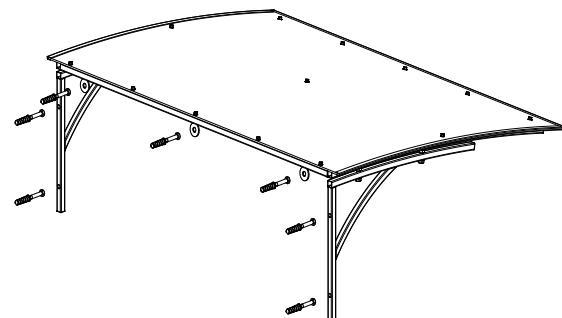

Рис.6
-3 отверстия будут располагаться горизонтально (приваренные к рамке 3 круглые шайбы). *Рис.6.*
-4 отверстия (по 2 в каждом кронштейне) будут располагаться вертикально. *Рис.6.*